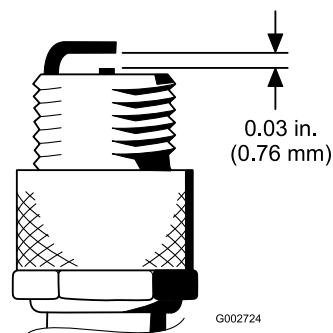

图29
4. 将中心电极与侧电极之间的气隙设置为0.76mm请参阅图29。安装已设定正确气隙、带密封垫片的火花塞并将火花塞拧紧至23Nm。如果没有使用扭矩扳手、请牢固拧紧火花塞。